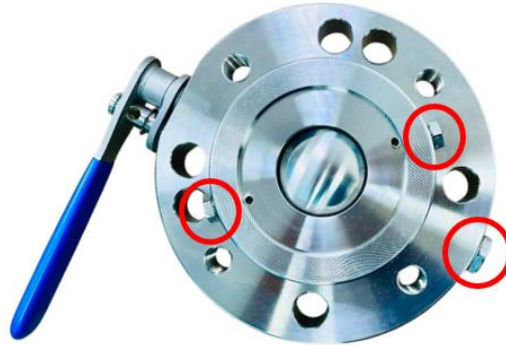

Figura 3: Tampões/plugs do equipamento
- Verificar se os tampões de ½" NPT e ¼" NPT estão alojados em seus respectivos locais (quando as conexões para limpeza não forem utilizadas), pois é alto o risco de acidentes, quando estes orifícios estiverem abertos para a atmosfera (figura 3);